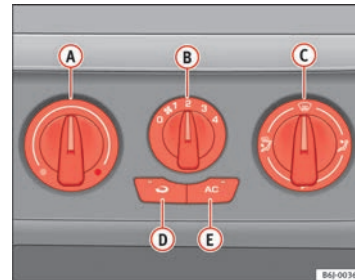

Abb. 93 In der Instrumententafel: Bedienelemente Klimaanlage
- Mit den Reglern ⇒ Abb. 93 **A** und **C** und mit dem Schalter **B** stellen Sie die Temperatur, die Gebläsestufe und die Luftverteilung ein.
- Schließen Sie die Düsen ③.
- Öffnen Sie die Düsen ④ und richten Sie sie auf die Seitenfenster.